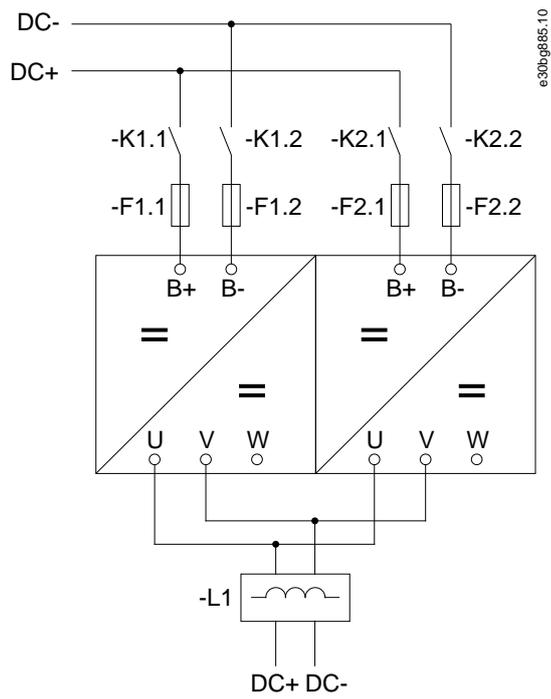

図 22: 出力フィルタ（1点）付き筐体サイズ F112 の基本的な配線図（500 V NXP0590～NXP0730 および 690 V NXP0460～NXP0590 のみに有効）
- ・ NXP0590~NXP0730、筐体サイズ FI12 は、図 22 をご参照ください。
- ・ NXP0460~NXP0590、筐体サイズ FI12 は、図 22 をご参照ください。